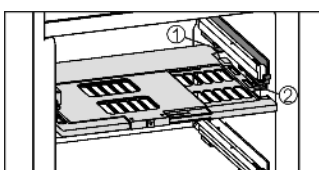

Fig. 31
- Установка пластины регулировки влажности: поперечные ребра крышки на пластине вставить через низ в задний держатель Fig. 31 (1) и защелкнуть спереди на держателе Fig. 31 (2).